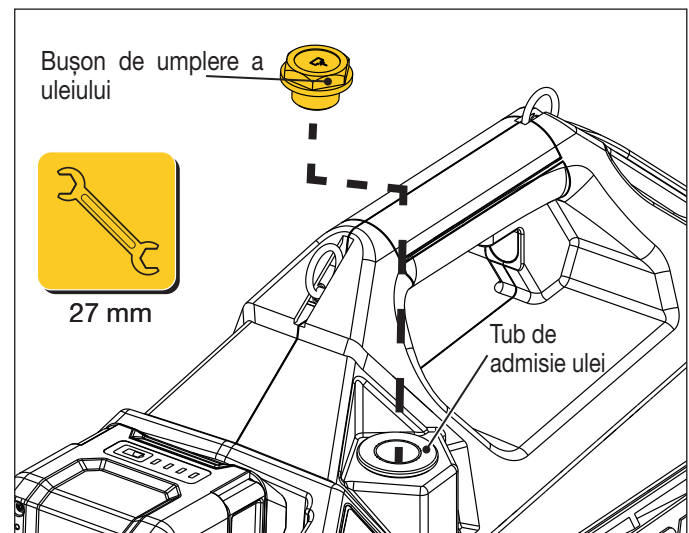

Figura 12: Port de umplere cu ulei
2. Cu comutatorul de alimentare în poziția PORȚIT (O), apăsați lung butonul de DESCĂRCARE  sau  pentru a elibera orice presiune hidraulică rămasă în sistem.
3. Opriți comutatorul de alimentare al pompei (O).
5. Îndepărtați bușonul de umplere a uleiului de la orificiul de umplere. Utilizați o cheie de 27 mm. Consultați Figura 12.
2. Cu comutatorul de alimentare în poziția PORȚIT (I), apăsați lung butonul de DESCĂRCARE  sau  pentru a elibera orice presiune hidraulică rămasă în sistem.
3. Așezați pompa pe o suprafață de lucru plană. Asigurați-vă că comutatorul de alimentare a pompei este în poziția OPRIT (O) .
4. Îndepărtați bușonul de umplere a uleiului de la orificiul de umplere. Utilizați o cheie de 27 mm. Consultați Figura 12.